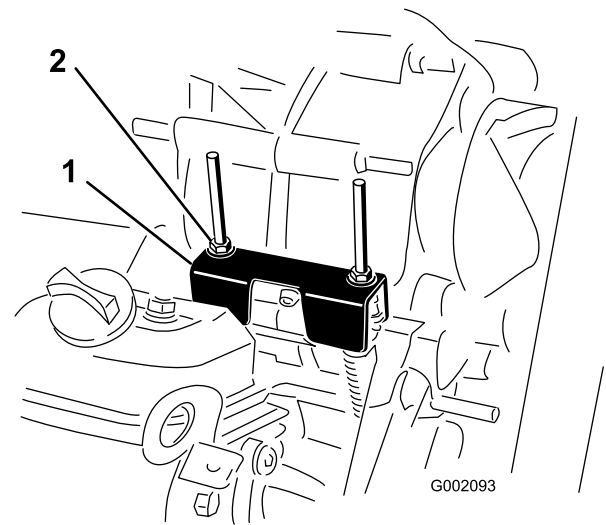

Bild 58
Wenn Sie regelmäßige Wartungsarbeiten und/oder eine Motordiagnostik durchführen, müssen Sie die Antriebsachse zunächst in den Leerlauf schalten (Bild 58). Der Ganghebel weist eine Leerlaufstellung auf, die den Leerlauf der Antriebsachse bestimmt. Treffen Sie die folgenden Maßnahmen, um sicherzustellen, dass der Ganghebel in der Leerlaufstellung die Antriebsachse auch richtig auf Leerlauf schaltet:
2. Stellen Sie sicher, dass die Leerlaufhalterung in der Neutralstellung ist (mit der Kabelbefestigungshalterung unter der Ganghalterung nivelliert), indem Sie die Antriebskupplung drehen (Bild 58).
3. Drehen Sie eine der Sicherungsmuttern (Bild 58), um einen Abstand von 0,762 mm bis 1,524 mm zwischen der Unterseite der Mutter bzw. Scheibe und der Leerlaufhalterung zu erhalten.